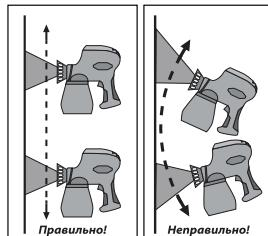

Рис. 2
2. Включите изделие нажав курок выключателя (2).
3. Начните равномерно вести краскопульт вдоль окрашиваемой поверхности, держа его строго перпендикулярно. (Рис. 2, 3).
4. По окончании работы выключите изделие, отпустив курок выключателя (2). Отключите изделие от сети.